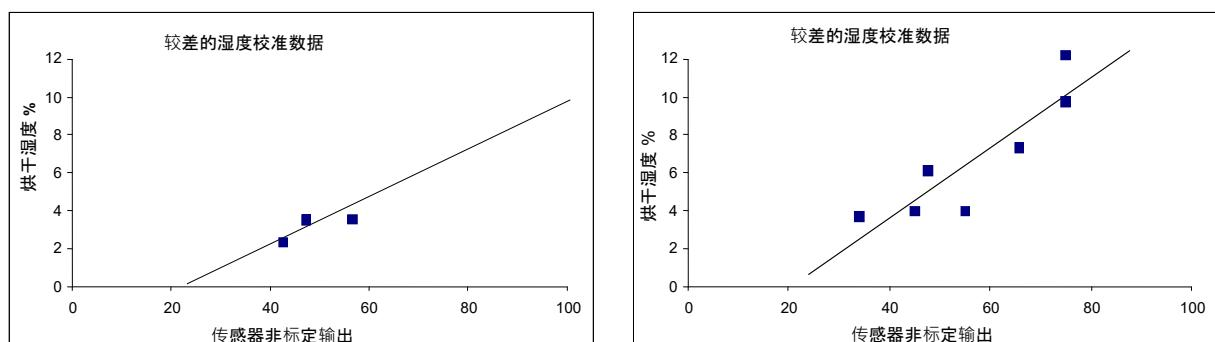

图 19：较差的物料校准点的示例
- 获取的样本的含水量基本相同（图 19，左侧）。需要适当的范围。
- 读数太过分散，如校准图表 图 19（右侧）所示。这通常意味着获取样本进行电炉烘干的方法不可靠或不一致，或者传感器放置不当，没有足够的物料流经传感器。